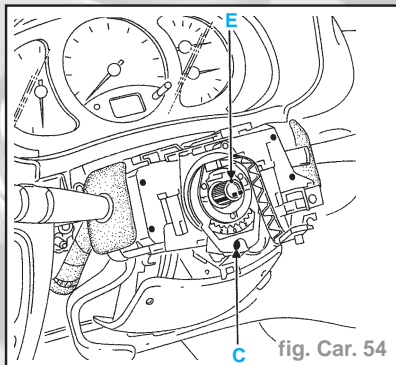

fig. Car. 54
- Vérifier que le contact tournant est bien positionné en vérifiant que le repère "O" du contact tournant est bien positionné en face de l'index fixe (E) (véhicules airbag) (fig. Car. 54).